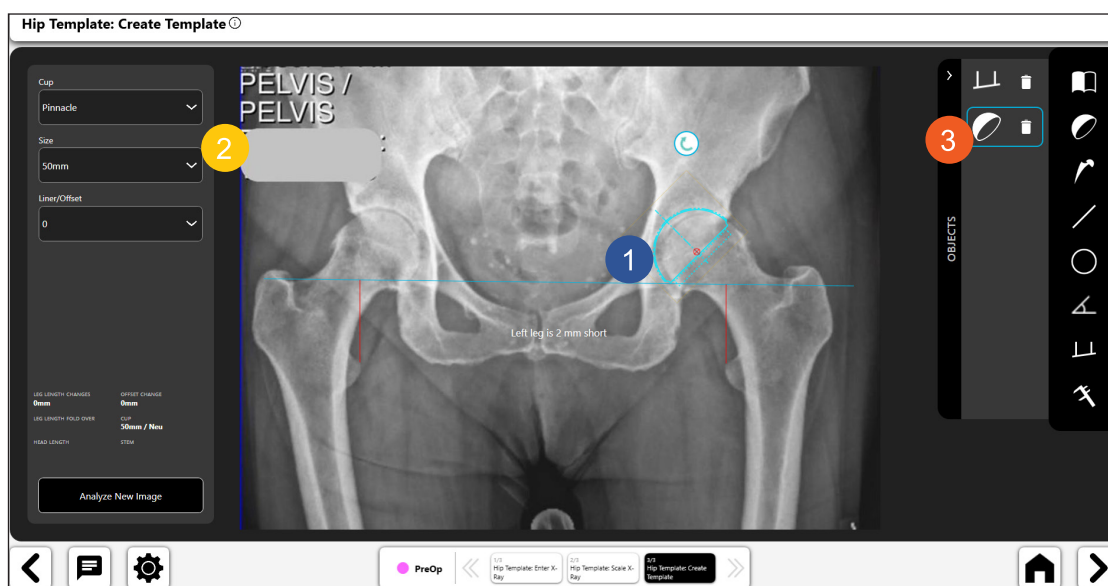

Abb. 28: Bildschirm „Create Template“ – Acetabular Cup Tool
- Abbildung 28, Nr. 3 zeigt ein Umschaltssymbol für die Hüftpfannenschablone, womit angezeigt wird, dass sie aktiviert ist. Sie können die Schablone löschen, indem Sie das Mülleimersymbol, das innerhalb des Umschaltssymbols angezeigt wird, auswählen.